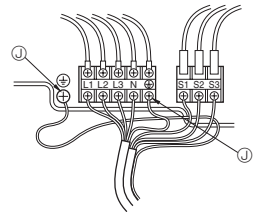

Fig. 7-2
7.1. Unità esterna (Fig. 7-1, Fig. 7-2)
- ① Rimuovere il pannello di servizio.
- ② Posizionare i cavi secondo la Fig. 7-1 e la Fig. 7-2.